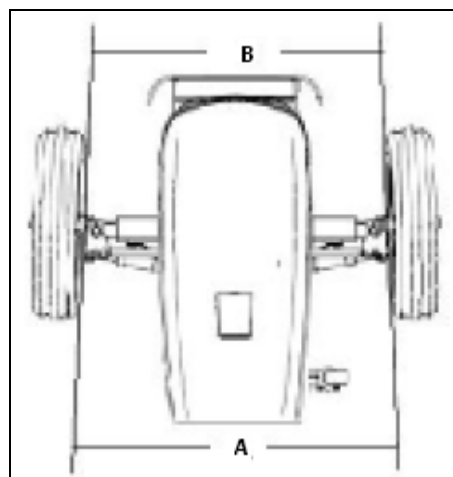

Fig. 123
2. Para revisar la convergencia, consulte la ilustración provista en (Fig. 123). La distancia "A" debe ser de 0 – 5 mm, mayor que la distancia "B", medida en la línea central del eje en el aro de la rueda.